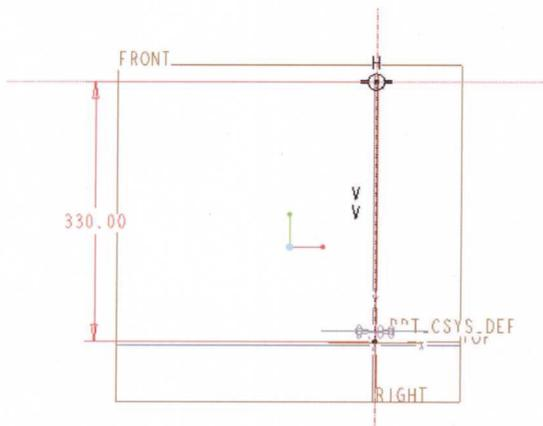

图1-9
(3) 进入草绘窗口后, 在“草绘”工具中单击“直线工具”按钮, 然后选择“中心线”, 在距TOP基准平面330mm水平方向绘制中心线, 如图1-9所示。